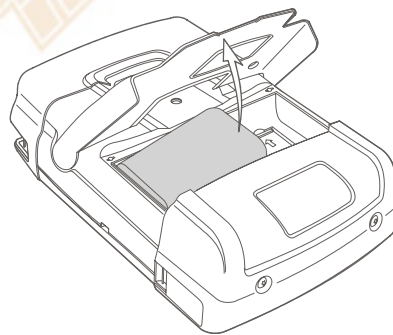

Рис. 4-5. Снятие аккумулятора
- Поднимите аккумулятор за одну сторону и извлеките его (Рис. 4-5)